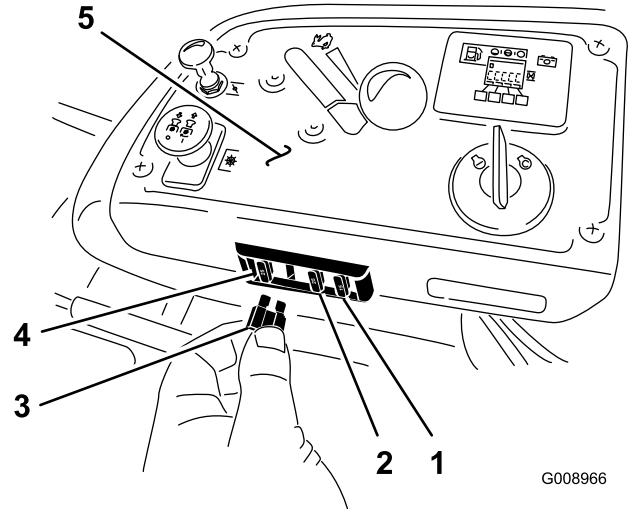

Figura 75
Los fusibles están situados en la consola, a la derecha del asiento (**Figura 75**).
2. Instale un fusible nuevo (**Figura 75**).